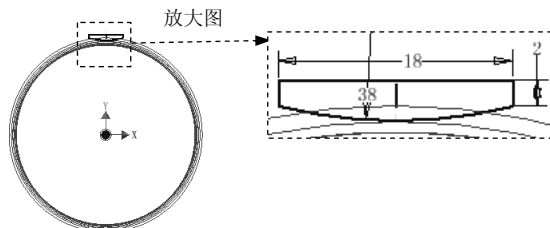

图 7.6 草图 2
- (1) 在 **三维模型** 选项卡 **草图** 区域中单击  按钮，然后选择 XZ 平面为草图平面，系统进入草图设计环境。
- (2) 绘制图 7.6 所示的草图，单击  按钮，退出草绘环境。